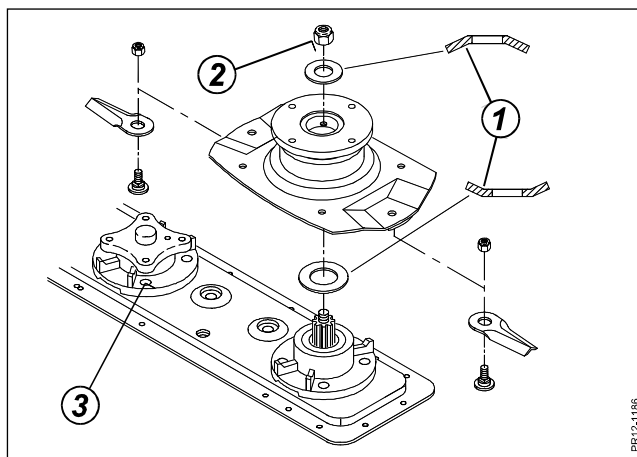

Fig. 5-12
Fig. 5-12 Fjederasken (1) over indgangsskiven vendes, som vist, med den buede side opad. Møtrikken (2) spændes til **190 Nm** (19 Kpm). Boltene (3), der fastholder skivelejehuset til bjælken, spændes til **85 Nm** (8,5 Kpm).